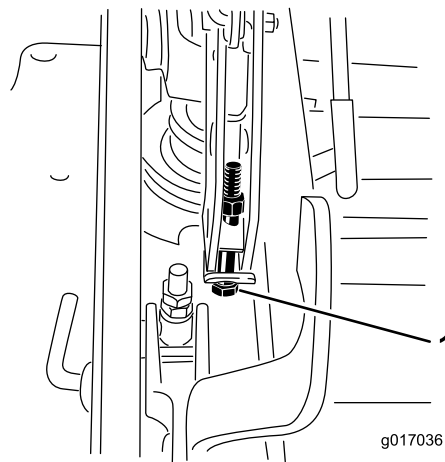

図 75
- デッキが低すぎる場合には、シングルポイント調整ボルトを右に回して締める。デッキが高すぎる場合には、シングルポイント調整ボルトを左に回してゆるめる図 75。